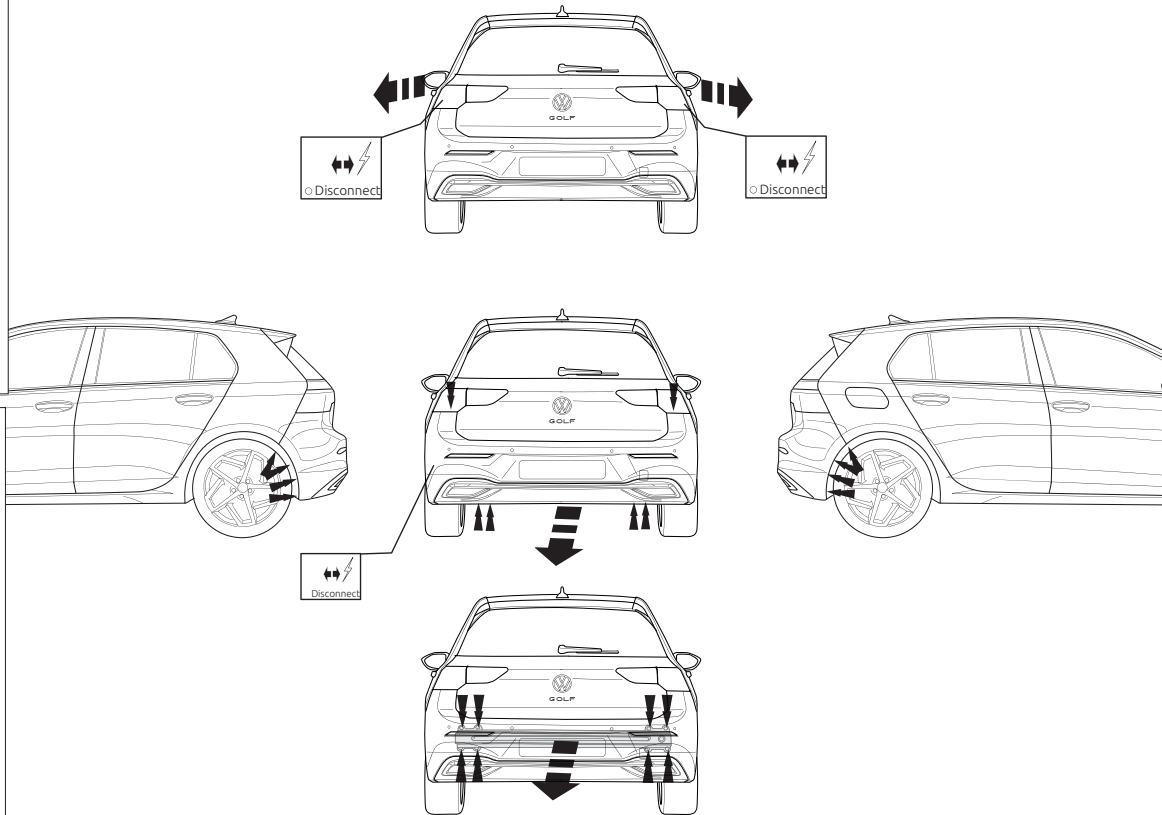

Fig. 1
3. Снять бампер вместе со буферным брусом автомобиля. Буферный брус больше не понадобится. Поставить болты на место. См. рисунок 1.